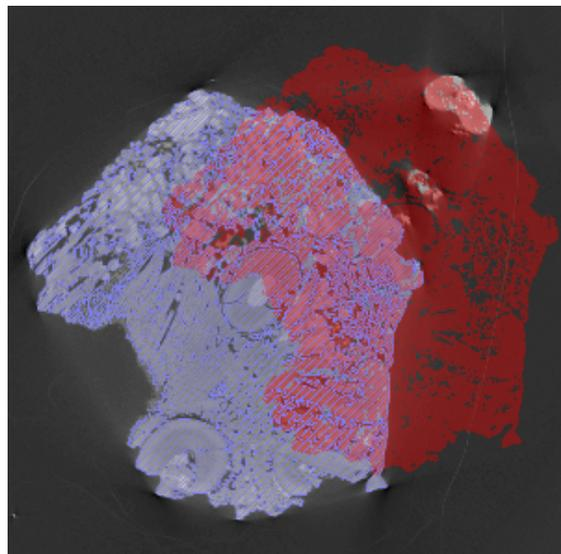

Figure 44: Exemple d'utilisation de l'outil Pick & Move. Une zone précédemment labélisée (hachures en violet) peut être sélectionnée (en rouge) et déplacée.
- l'outil **Pick and Move** retrace la sélection d'un matériau donné en cliquant à l'intérieur d'une région déjà labélisée et la déplace (figure 44). La case All slices permet d'effectuer la manipulation sur l'ensemble des coupes de la région.